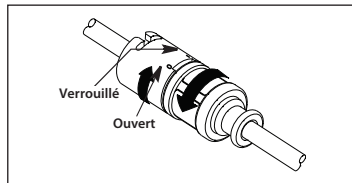

Figure 3
- b. Si une gaine anticontamination du cathéter avec adaptateur TwistLock (le cas échéant) est utilisée, s'assurer que le double TwistLock de la gaine anticontamination du cathéter est entièrement ouvert (voir Figure 3).